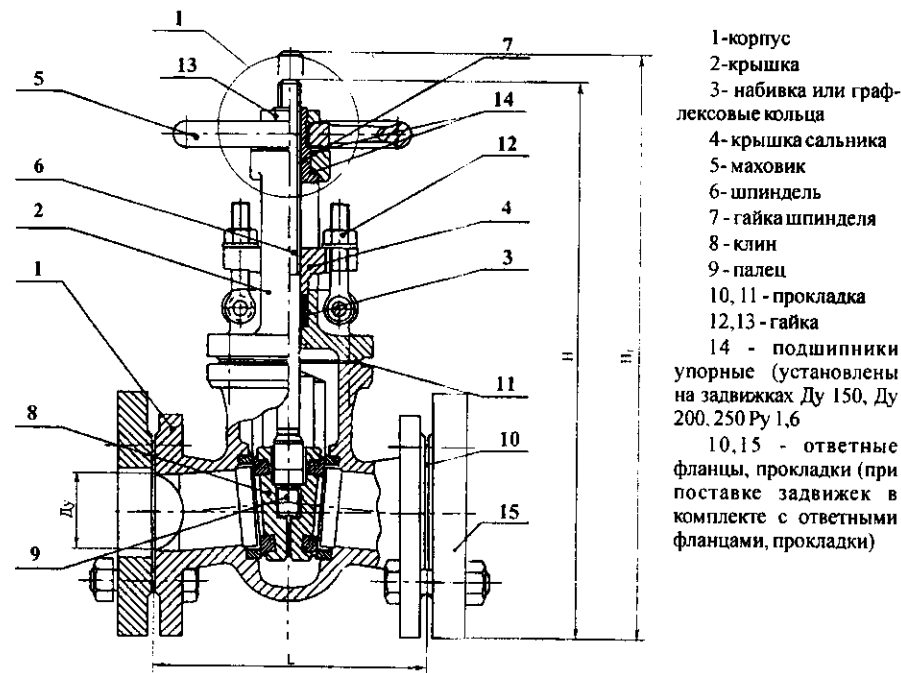
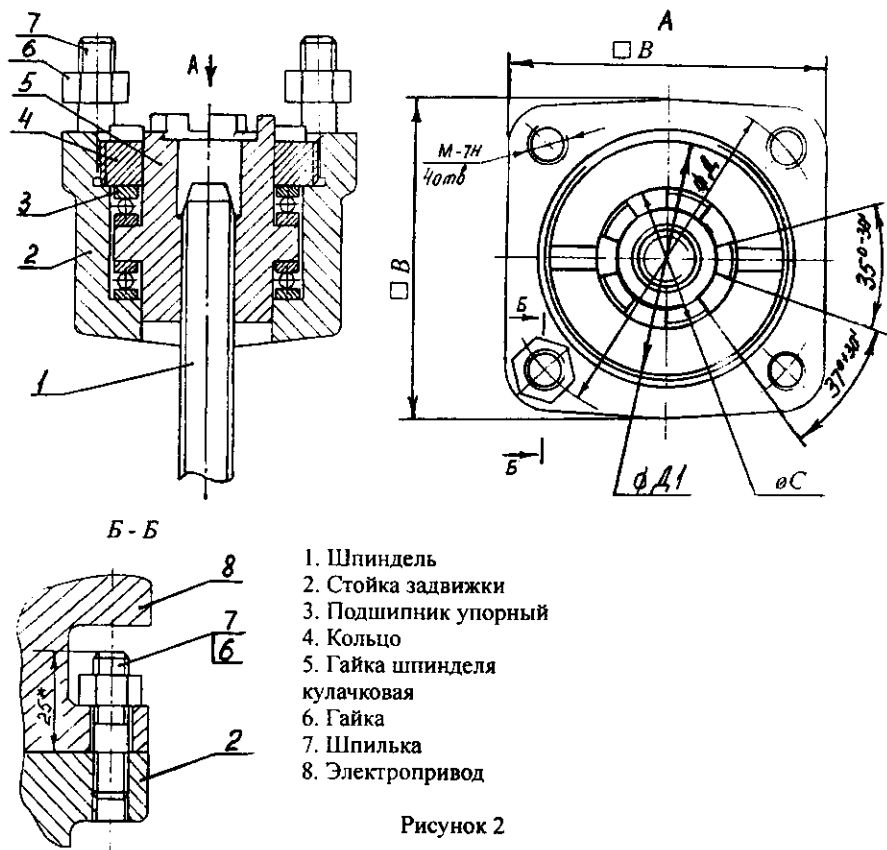

Рисунок 1. Задвижка клиновидная с выдвигным шпинделем
Рисунок 2
3.1 Задвижки состоят из следующих основных частей (см. рисунок 1 и 2):
е) гайки шпинделя кулачковой 5 (задвижка под электропривод, рисунок 2).
3.2 Вращение маховика 5 через гайку шпинделя 7 (задвижка с ручным управлением, рис. 1) или приводного вала электропривода через муфту 5 (задвижка под электропривод, рис. 2) сообщает шпинделю поступательное движение и клин, соединенный со шпинделем, опускается или поднимается в зависимости от направления вращения маховика, закрывая или открывая проходное сечение корпуса задвижки.